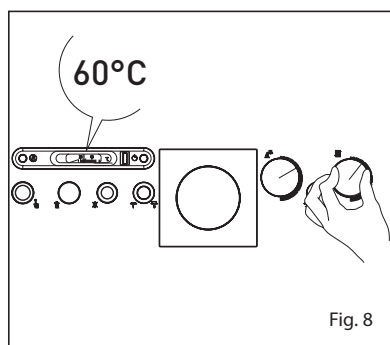

Fig. 8
3.2.2 Indstilling af kedlens temperatur (fig. 8)